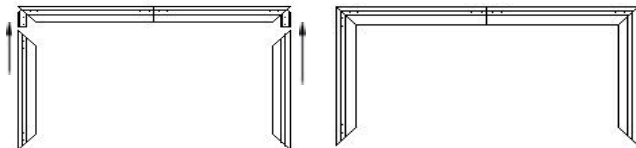

Bild 5
5. Skjut på de vertikala ramdelarna (B) på hörnen (bild 5).